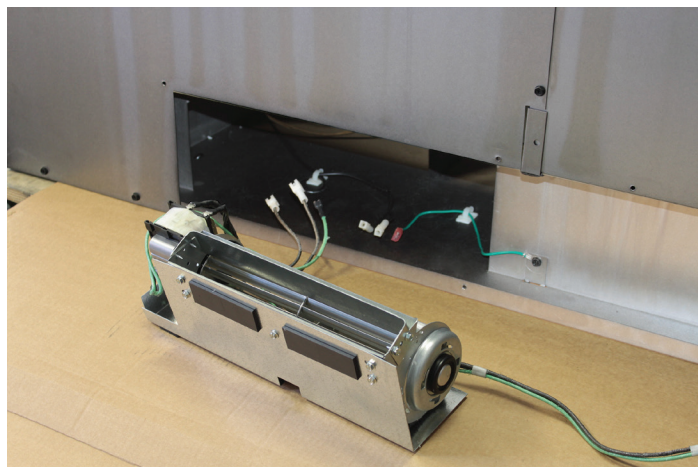

FIGURE 2
4. Placer les soufflantes sur le plancher derrière le foyer. Placer les soufflantes avec les deux fils de connexion noirs et le fil de mise à la terre vers la gauche en faisant face à l'arrière du foyer. **Voir Figure 2.**